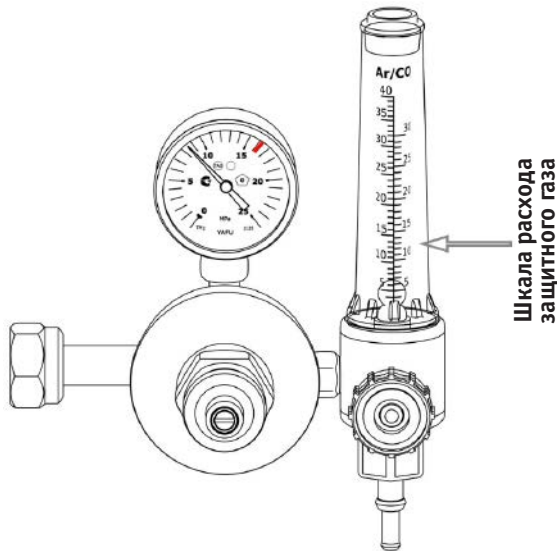

Рис. 12.1.3. Установка расхода газа.
6. С помощью регулятора (см. рис. 12.1.3.) установите необходимый расход защитного газа (от 4 до 25 л/мин в зависимости от выполняемых задач или см. таблицу 13.10.3).